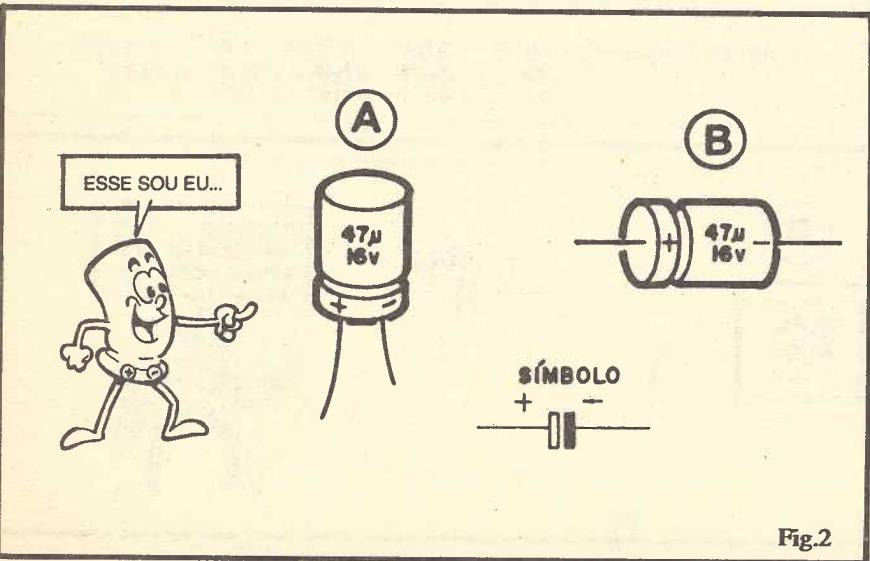

Fig.2
- **FIG. 2** - Capacitores eletrolíticos (alto valor) têm, inevitavelmente, corpos maiores, o que torna também fácil a indicação direta,